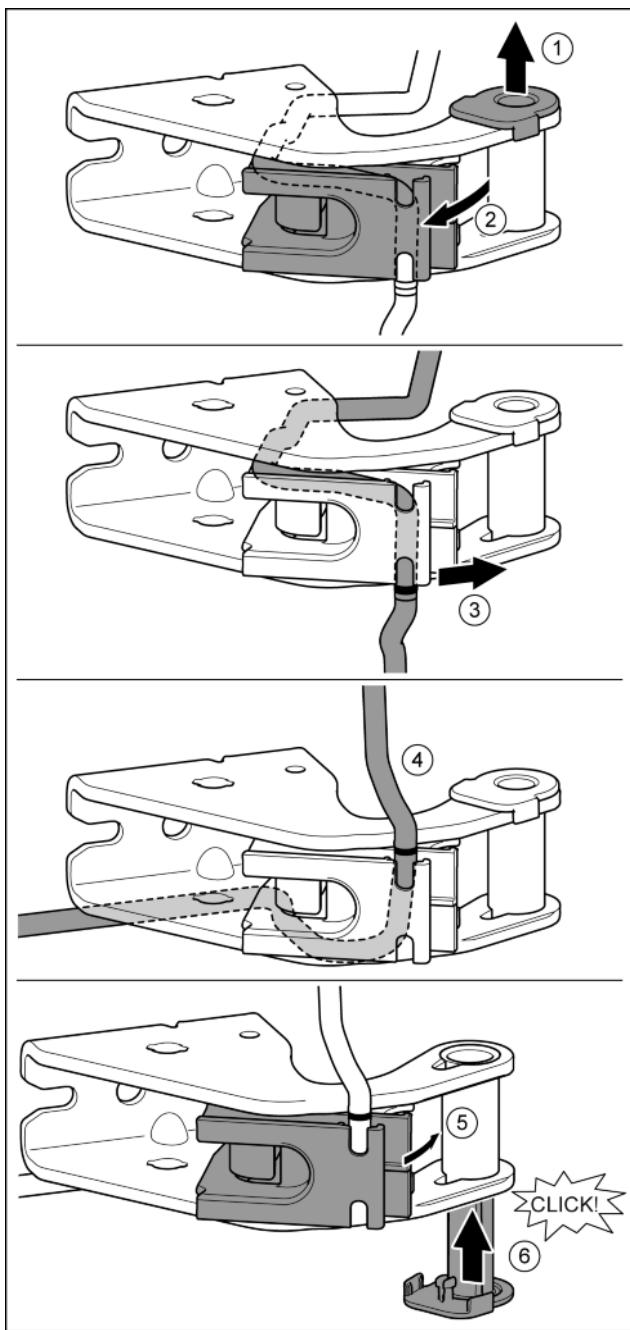

Fig. 26
- Опорную втулку вывести из направляющей. *Fig. 26 (1)*
- Отвести в сторону держатель кабеля. *Fig. 26 (2)*
- Высвободить кабель из направляющей. *Fig. 26 (3)*
- Вставить кабель, перевернув его в обратную сторону. *Fig. 26 (4)*
- Вернуть держатель кабеля в исходное положение. *Fig. 26 (5)*
- Установить и зафиксировать опорную втулку с другой стороны. *Fig. 26 (6)*